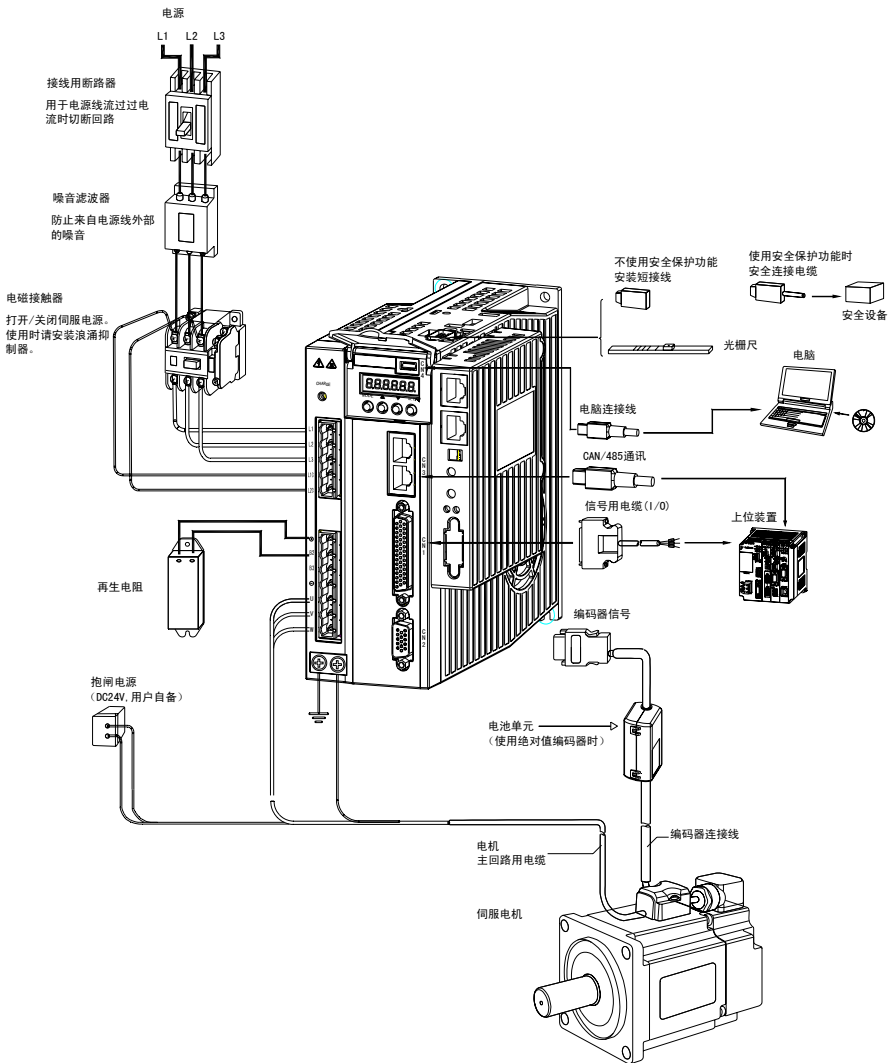

图 3-1 伺服驱动器与外部设备连接示意图
- 上图 3-1 默认使用内置再生制动电阻，若使用外置的再生制动电阻，请参阅相应的配线图。再生制动电阻要安装在阻燃性物质上，如金属。